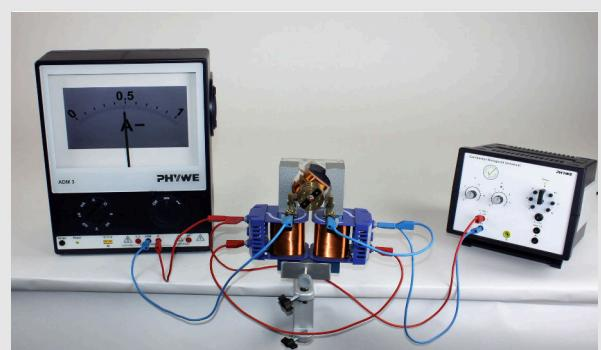
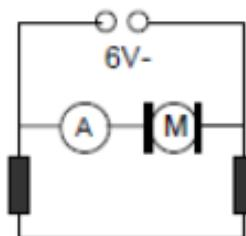

Fig. 2
Fig. 3
- Complétez la structure selon les Fig. 2 et Fig. 3.
Si un [ ] est utilisé pour faire fonctionner un [ ], il doit générer un [ ] suffisamment important à proximité de l'induit. C'est pourquoi on utilise un noyau de fer en forme de U avec deux bobines de champ, entre les pôles desquelles passe l' [ ]. Les bobines de l'induit et les [ ] sont connectées [ ] dans un moteur shunt (Fig. 3).